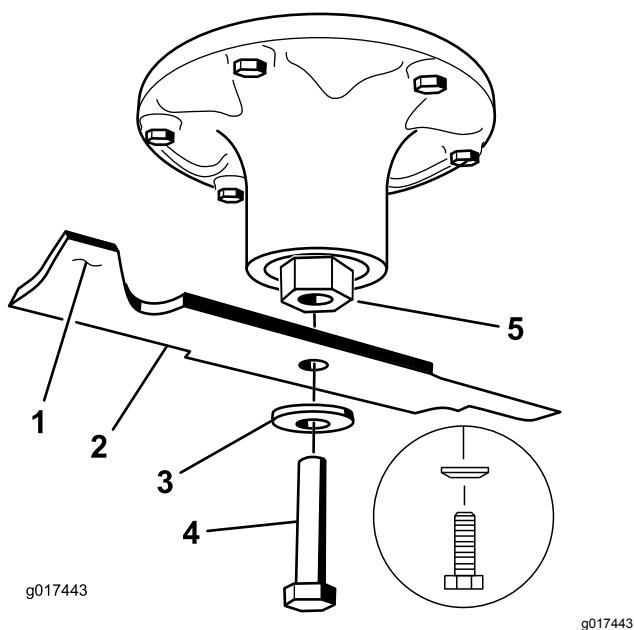

Figura 84
1. Montate la lama sull'asse del fusello (Figura 84).
2. Montate il disco elastico e il bullone della lama (Figura 84).
- Nota:** Il cono del disco elastico deve essere rivolto verso la testa del bullone (Figura 84).